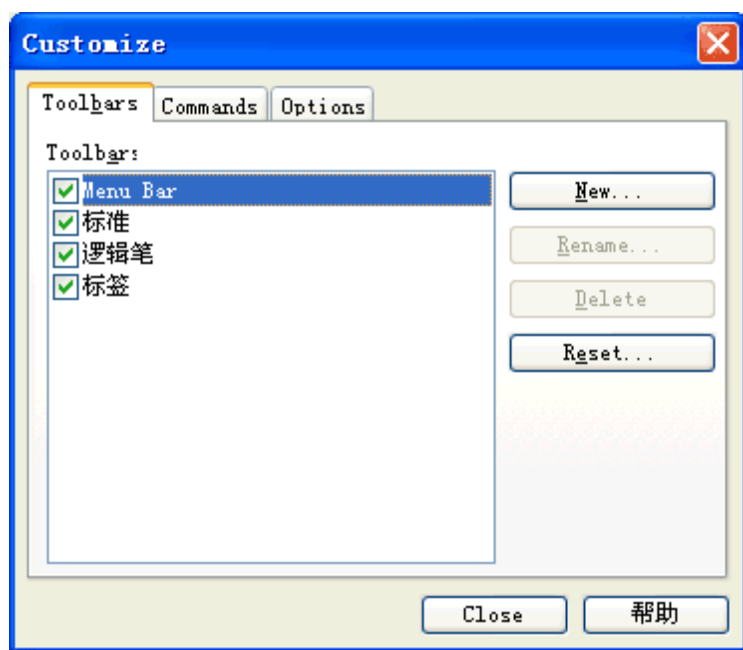

图 6.26 Customize 对话框之 Toolbars
1. 用户可通过打勾/取消打勾，显示/隐藏相应的工具栏，如图 6.26所示。